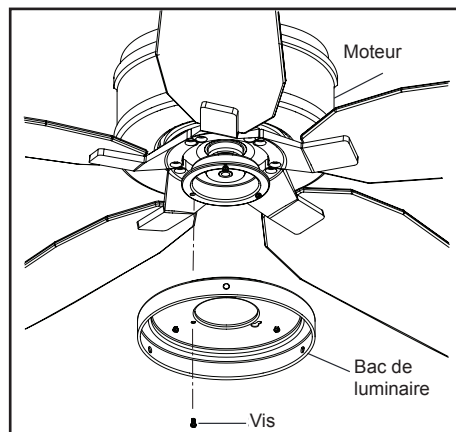

Figure 18
1. Desserrez, sans les retirer, deux des trois vis de montage du moteur du ventilateur; retirez une vis de montage. (Figure 18)
2. Poussez le bac de luminaire vers le haut jusqu'au moteur du ventilateur, de façon à ce que les deux têtes de vis desserrées tiennent dans les fentes en trou de serrure. Tournez le bac du luminaire dans le sens horaire et serrez les vis. Réinsérez la vis qui a été retirée à l'étape 1 et serrez-la fermement. (Figure 18)